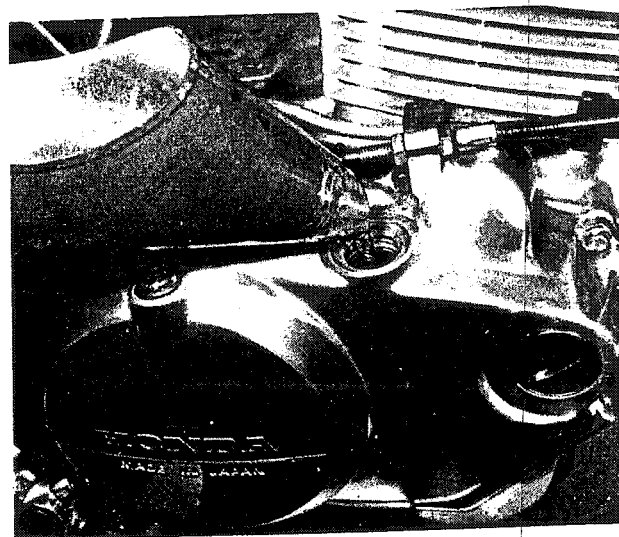

Bild 167
- Motoröl in der vorgeschriebenen Art und Menge durch die Öffnung an der rechten Kurbelgehäuse-seite einfüllen (Bild 167). Den Motor bei ausgeschalteter Zündung mit dem Kickstarter mehrmals durchdrehen, damit das Öl zu allen Schmierstellen gelangt.